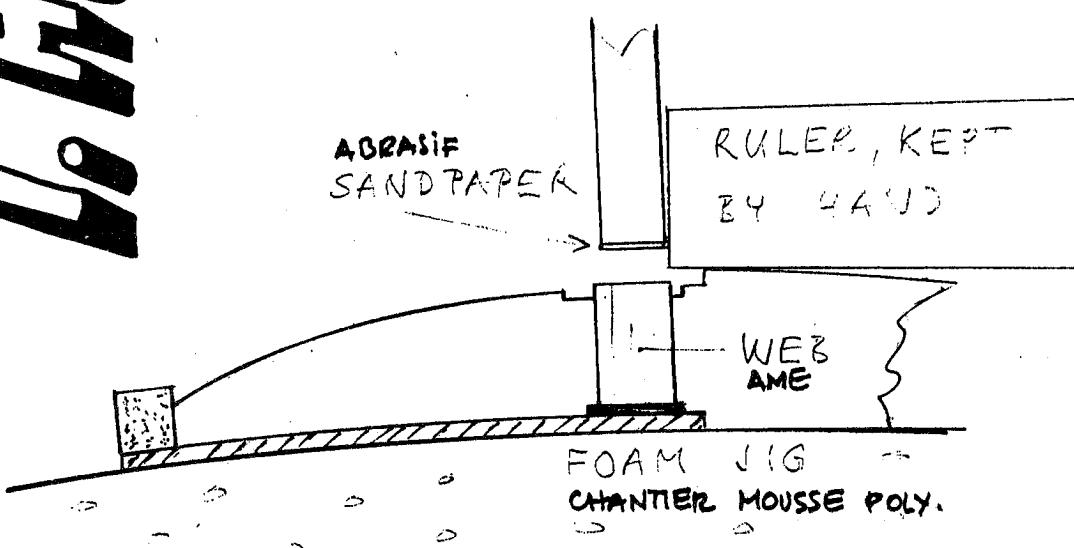

FIG. 2
- PONCER DOUCEMENT LE DESSUS DE L'ÂME JUSQU'A OBTENTION DE LA HAUTEUR CORRECTE AVEC UN PONDOIR ETROIT GARNI DE PAPIER ABRASIF PAS TROP FIN (VOIR FIGURE 2) - UTILISER COMME GUIDE UN MORCEAU DE BALSA BIEN DROIT - ENSUITE ENDUIRE LA SURFACE PONCÉE